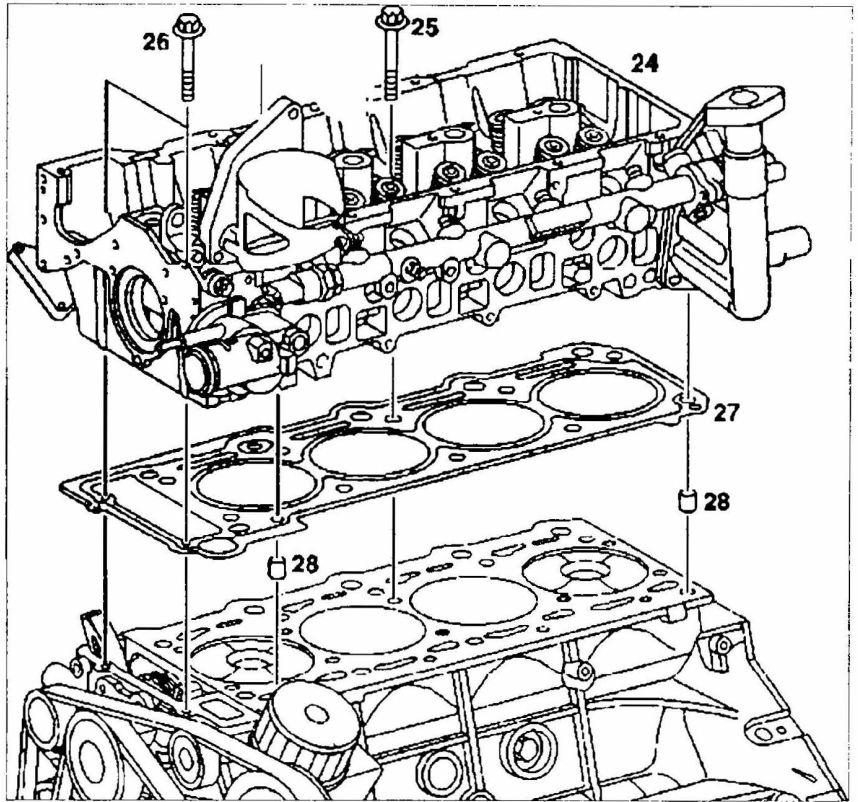

Рис. 46. Снятие и установка головки блока цилиндров (показано на двигателях 611):
16. Открутите болты **26** крепления крышки ГРМ к головке блока цилиндров (рис. 46).